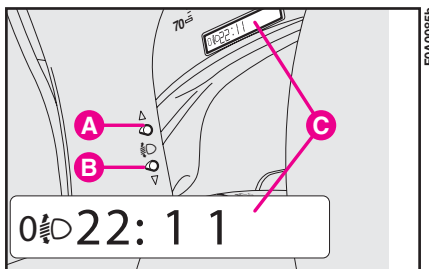

fig. 139
- premere e mantenere premuto il pulsante **B-fig. 139** fino all'aumento di una posizione (es: 0→1, 1→2, 2→3);